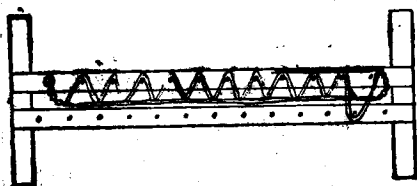

图6 第二折起头示意
(3) 转弯 到藤架末端转弯处时,把稻草分成两小把,用双手搓成麻花绞状,绕到对面一排第一个竹钉后面,选好稻草两根,结牢草把绳头,到此第一折即告完成。把已扎好这一折藤枝从竹钉上取下,翻在藤架下空心处,再从对面一排开始同前法一样结扎编制,如图6。